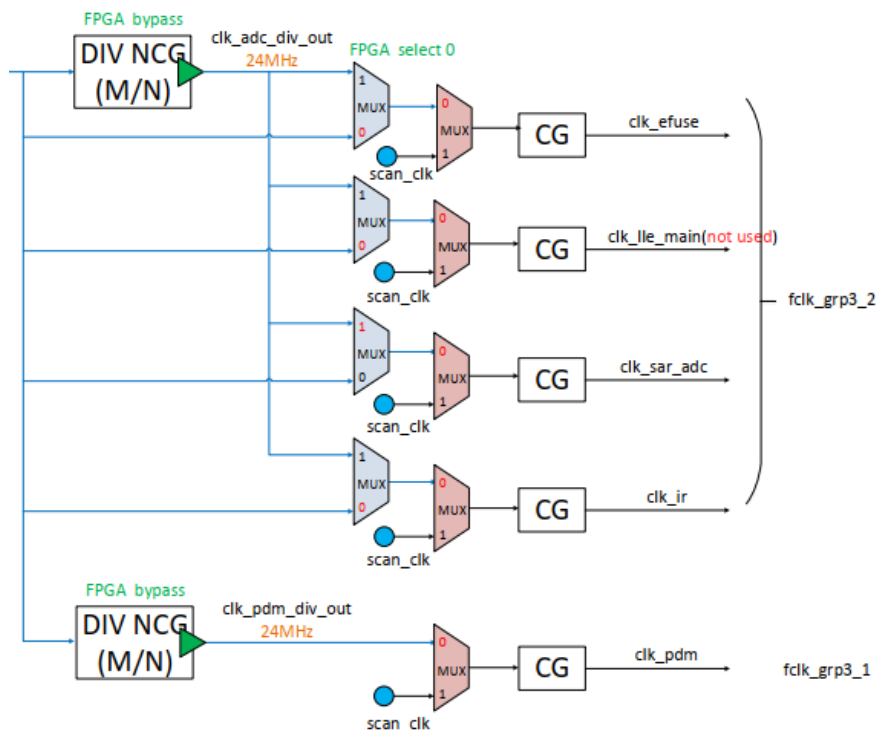

图 2.1: 916 时钟树 ADC 模块部分截图
**注意：**由于 ADC 工作时钟须经过 clock slow 分频，故在同时使用 ADC 同时钟源模块时，如 IR，可能出现时钟配置冲突的现象。开发者在实际使用时注意时钟规划，具体请参考 916 时钟树（图 2.1）。